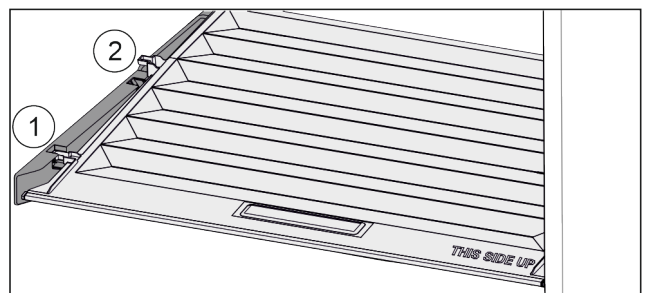

Fig. 90
- Deckel bis zur Öffnung in den Halteteilen nach vorne ziehen Fig. 90 (1).
- Hinten von unten anheben und nach oben wegnehmen Fig. 90 (2).